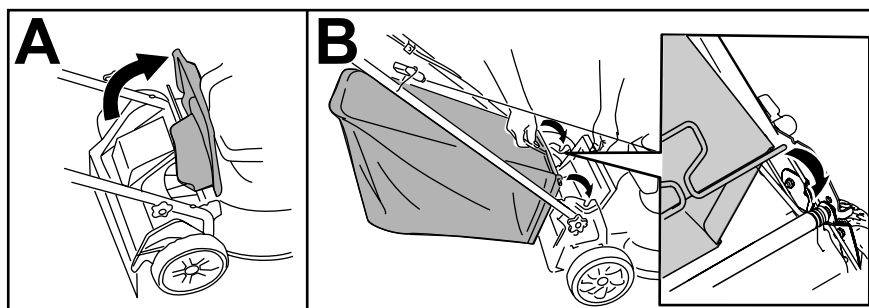

Figura 15
1. Sollevate il deflettore posteriore e tenetelo sollevato (A della Figura 15).
2. Montate il cesto di raccolta, accertandovi che i suoi perni siano inseriti nelle tacche presenti sulla stegola (B della Figura 15).